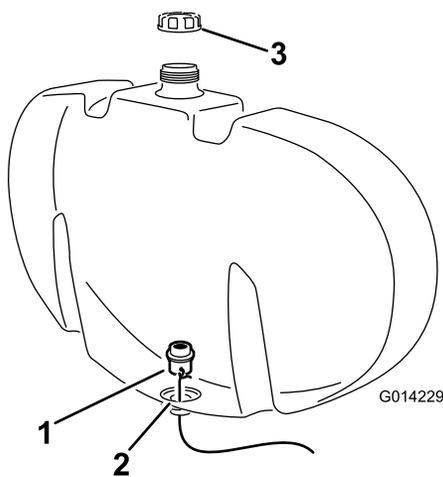

Figura 3
- E. Usate il filo per guidare il diaframma verso il foro sulla parte inferiore del serbatoio (Figura 3).
F. Collocate il diaframma in posizione accertandovi che la guarnizione pulita si trovi a contatto della parete interna del serbatoio di lavaggio (Figura 3).